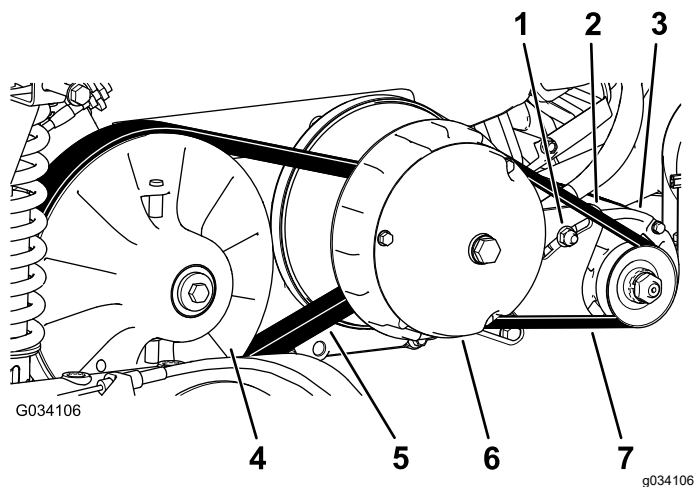

Figura 63
6. Fate girare la cinghia (Figura 63) ed ispezionatela per rilevarne eventuale segni di eccessiva usura o danni.
3. Girate la cinghia e fatela passare sulla frizione secondaria (Figura 63).
4. Rimuovete la cinghia dalla frizione primaria (Figura 63).
5. Allineate la nuova cinghia sopra la frizione primaria (Figura 63).
6. Girate la cinghia e fatela passare sulla frizione secondaria (Figura 63).
2. Allentate il dado di rotazione del generatore di avviamento (Figura 63).
4. Applicate una pressione verso il basso sul piede di porco per ruotare il motorino di avviamento fino alla fessura in modo che la tensione della cinghia consenta soltanto una flessione di 6 mm della cinghia stessa con forza pari a 44 N·m (Figura 63).
5. Serrate manualmente il dado di rotazione e rimuovete il piede di porco (Figura 63).